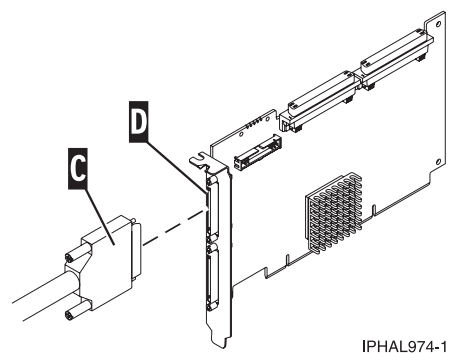

Figura 24. Cable SCSI a una targeta d'interfície SCSI
Connecteu l'altre extrem del cable SCSI (C) a l'adaptador SCSI (D) del servidor. Per obtenir més detalls, vegeu la Figura 24.